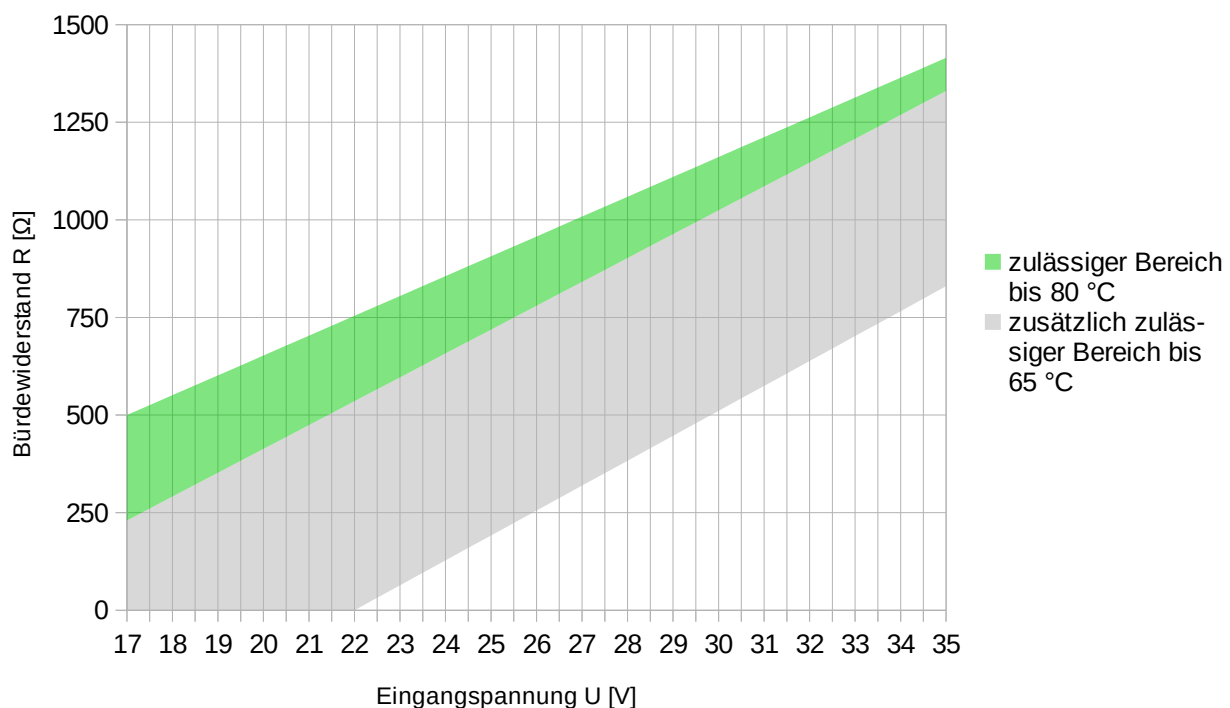

Abbildung 2: zulässige Bürdewiderstände IS1BP360-I-CL + IS2BP090-I-CL
Ausgänge (kurzschlussfest)	induktive Last kleiner 1 H, Bürde abhängig von der Eingangsspannung (vgl. Tabelle 3 bzw. Abbildung 2)
- Für den vollen Arbeitstemperaturbereich bis 80 °C sind nur eingeschränkte Kombinationen von Eingangsspannung und Bürdewiderstand nach Abbildung 2 zulässig.
Der eingesetzte Bürdewiderstand bestimmt, abhängig von der Versorgungsspannung, maßgeblich die Verlustleistung im Sensor. Um diese gering zu halten und ein Überhitzen des Sensors zu vermeiden, sollte ein Bürdewiderstand entsprechend der Versorgungsspannung eingesetzt werden. Tabelle 3 und Abbildung 2 stellen den Zusammenhang zwischen Versorgungsspannung und zulässigem Bürdewiderstand für verschiedene Einsatztemperaturen dar.
In Abbildung 2 ist der zulässige Bürdewiderstand in Abhängigkeit der Eingangsspannung für den Arbeitsbereich bis 80 °C grün hinterlegt. Innerhalb eines eingeschränkten Arbeitsbereiches bis 65 °C sind zusätzlich Kombinationen von Eingangsspannung und Bürdewiderstand aus dem grau hinterlegten Bereich zulässig.